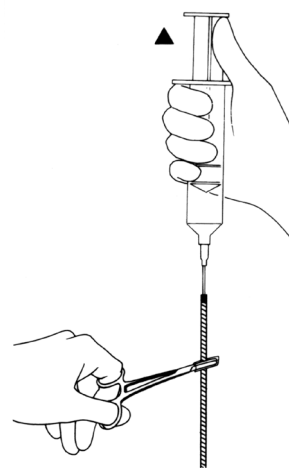

Figura 4-3e. Clampaggio del tubo
11. Clampare i tubi (solo una tacca) con pinza emostatica rivestita da tubo 3 cm sotto l'ago. (**Figura 4-3e**)